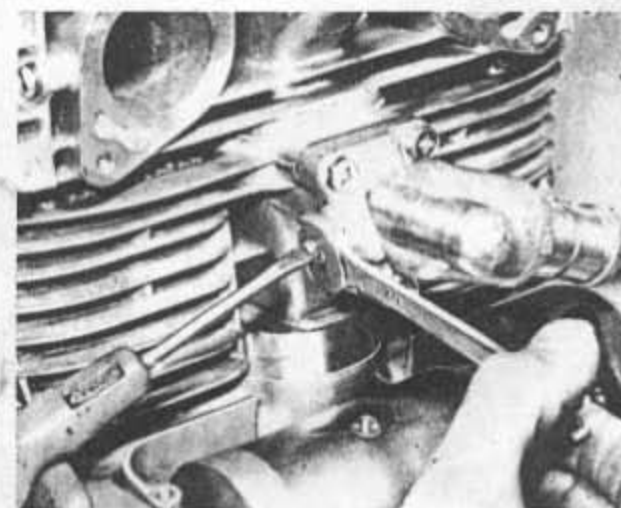

Bild 156
- Nach Anbau des Kettenspanners drehe man die Feststellschraube $\frac{1}{4}$ bis $\frac{1}{2}$ Umdrehung heraus, damit sich der Spannstift unter Wirkung der Druckfederspannung nach vorne schiebt (Bild 156). Ohne die Feststellschraube weiter zu drehen, ziehe man nun die Gegenmutter fest.